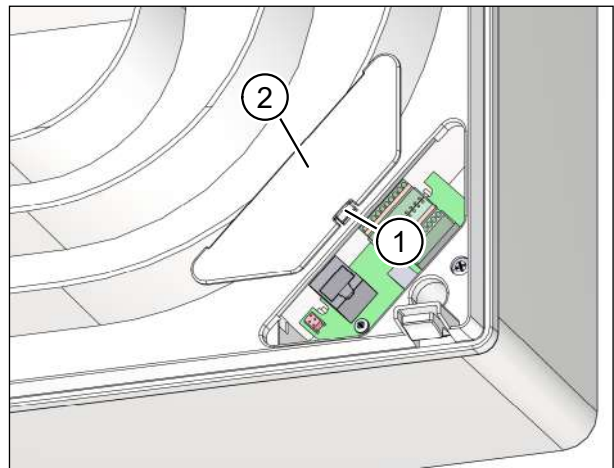

Abb. 23: Netzwerkdeckel abnehmen
- ▶ Drücken Sie den Rasthaken (Pos. 1 in Abb. 23) des Netzwerkdeckels (Pos. 2 in Abb. 23) leicht zur Gerätemitte und heben Sie den Netzwerkdeckel ab.